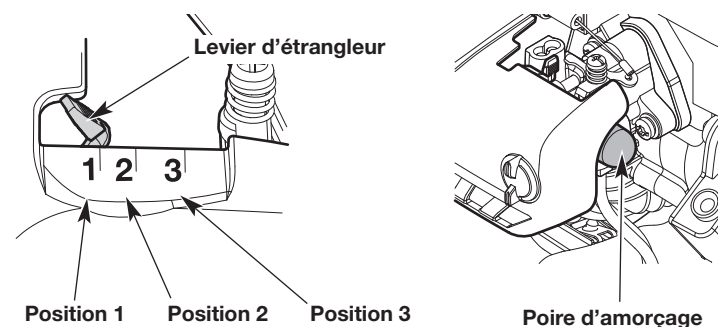

Fig. 19
3. Lentement, pressez puis relâchez **10 fois** de suite la poire d'amorçage (Fig. 19). Si vous ne voyez pas de carburant dans la poire d'amorçage, pressez et relâchez la poire jusqu'à ce que du carburant soit visible.
4. Mettez le levier d'étrangleur en **Position 1** (Fig. 19).
7. Continuer d'appuyer sur le verrouillage du papillon des gaz et serrer la commande des gaz. Mettez le levier d'étrangleur en **Position 2** (Fig. 19).
10. Continuer d'appuyer sur le verrouillage du papillon des gaz et serrer la commande des gaz. Déplacez le levier de l'étrangleur en **Position 3** (Fig. 19). Laissez le moteur se réchauffer pendant 60 secondes de plus. L'appareil peut être utilisé pendant ce temps.